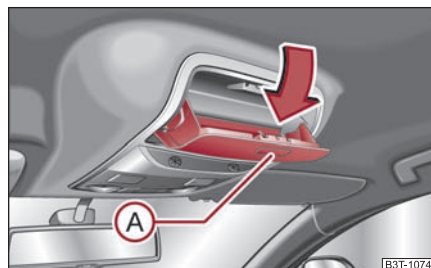

Fig. 112 Escotadura del revestimiento interior del techo: Compartimento guardagafas
- Presione la tecla (A) - el portaobjetos se abatirá hacia abajo ⇒ fig. 112.